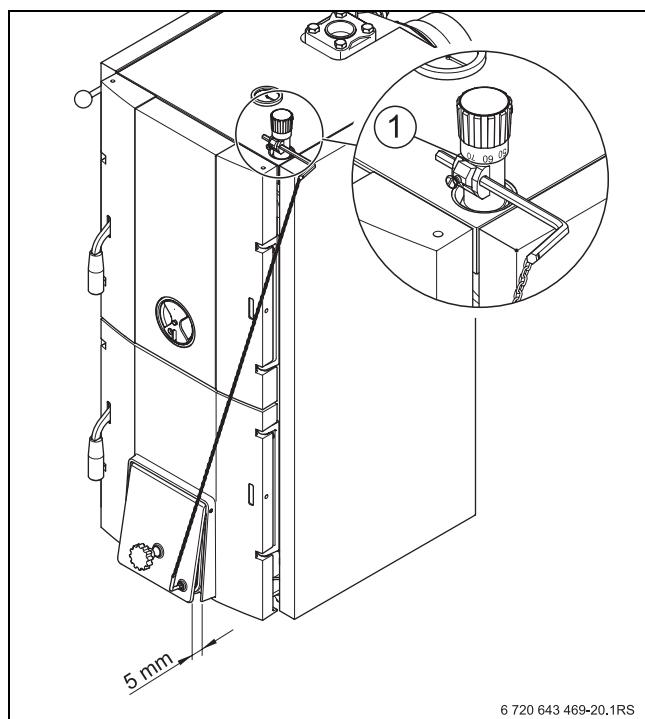

Рис. 26 Настройка регулятора горения
- ▶ Установите регулятор давления на красную метку (85°C) (→ рис. 26). Регулировка производится по красной шкале регулятора.